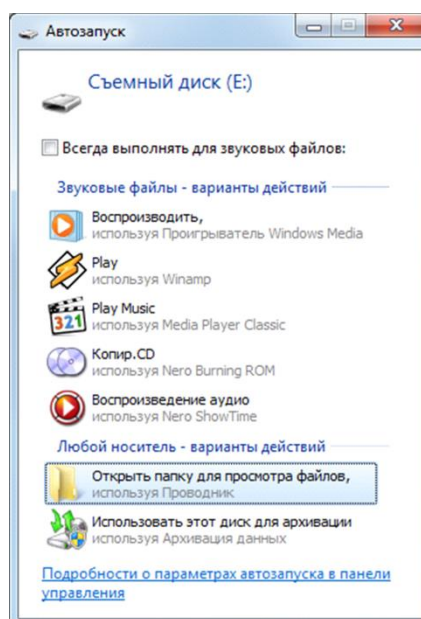

Рис. 10.3. Окно Автозапуск
3. Нажмите и удерживайте тампер контроллера (см. Приложение 1 и Приложение 2), после чего нажмите и отпустите кнопку рестарта (Reset). В результате контроллер перезапустится в режиме накопителя данных (Mass Storage) и будет представлен в компьютере как съемный диск. В области уведомлений ОС Windows (в правом нижнем углу экрана) появится значок съемного устройства, и откроется окно *Автозапуск* (рис. 10.3). После этого тампер можно отпустить.